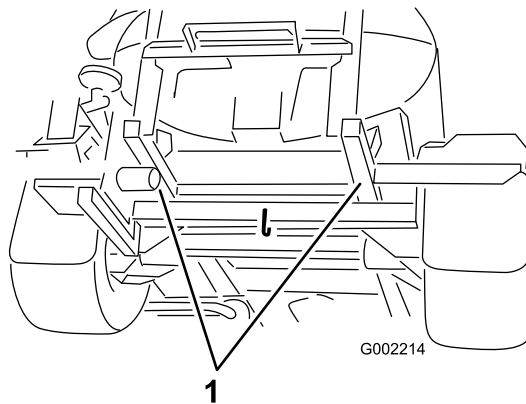

**Figure 93**
4. Conecte un cable de remolque al bastidor; consulte los puntos de remolcado delanteros y traseros (Figure 93 y Figure 94).